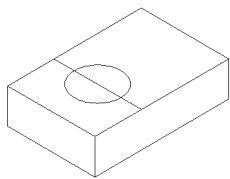

图 11-45 绘制圆
- 09 单击【绘图】工具栏中的^{3D}按钮，配合【捕捉中点】和【圆心捕捉】功能，绘制半径为 8 的等轴测圆，结果如图 11-45 所示。